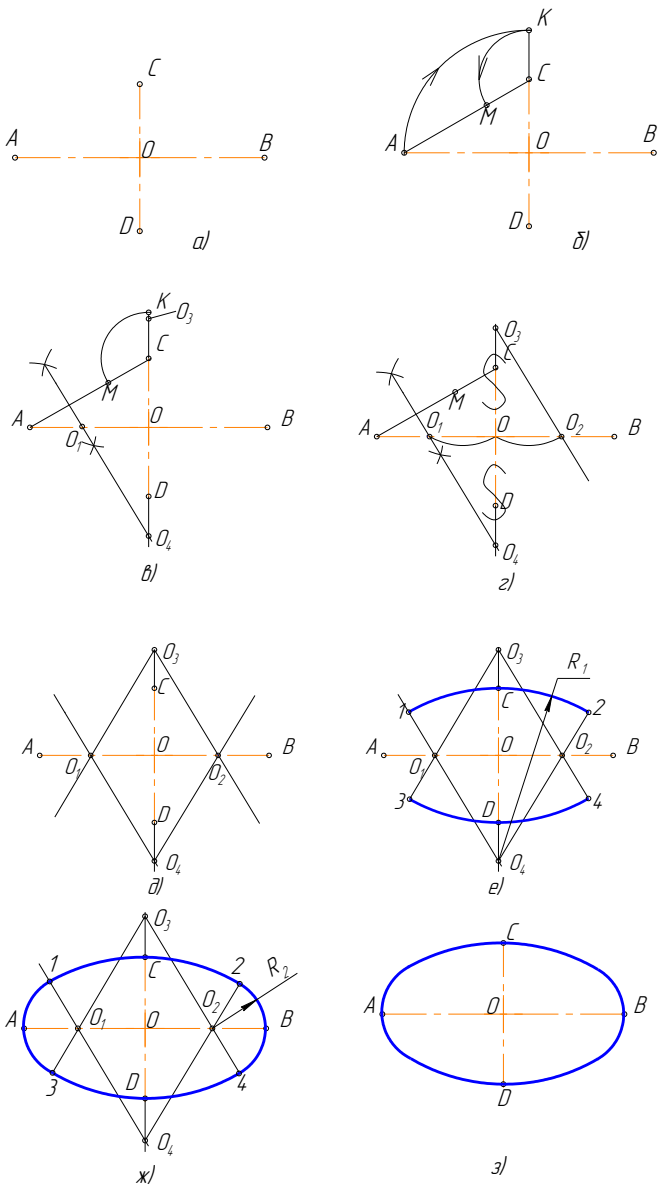

Рисунок 3.17 – Построение овала по двум осям
Последовательность построений, (рисунок 3.17)
1. Заданы большая АВ и малая CD оси овала (рисунок 3.17, а);
2. Соединим точки А и С. На этой прямой откладываем точку М: $CM = AO - OC = CK$ (рисунок 3.17, б);
3. Отрезок АМ делим пополам, и из середины этого отрезка восстанавливаем перпендикуляр до пересечения с осями овала в точках O_1 и O_4 , (рисунок 3.17, в);
4. Строим точки, симметричные точкам O_1 и O_4 , получаем O_2 и O_3 , (рисунок 3.17, г);
5. Проводим линии центров O_1O_3 , O_1O_4 , O_2O_3 , O_2O_4 , (рисунок 3.17, д);
6. Из центра O_4 проводим дугу радиусом $R_1 = O_4C$ до пересечения с линиями центров O_4O_1 и O_4O_2 в точках 1 и 2. Аналогично находим точки 3 и 4, (рисунок 3.17, е);
7. Замыкающие дуги овала проводим из центров O_1 и O_2 радиусом $R_2 = O_1A$, (рисунок 3.17, ж).
8. Результаты построения – рисунок 3.17, з.